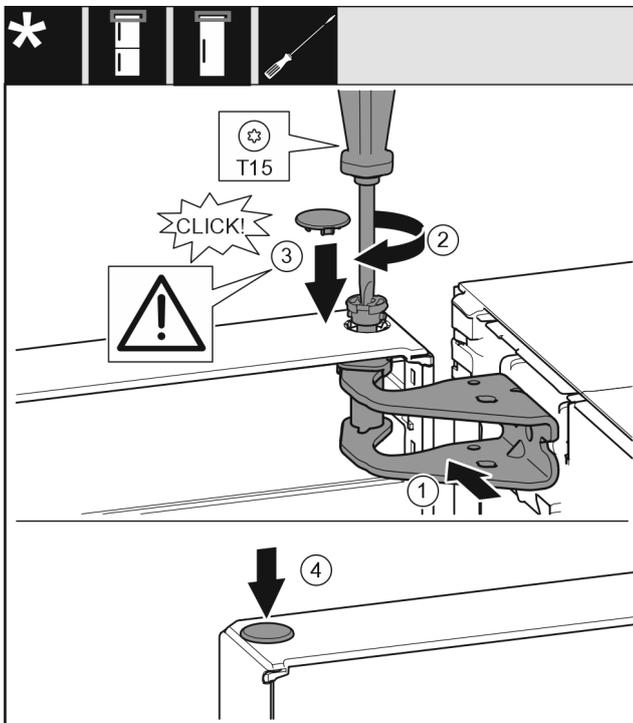

Fig. 22
- ▶ Rett ut døren øverst mot åpningen i lagerbukken. Fig. 22 (1)
- ▶ Sett inn bolten, og skru den fast med skrutrekker T15. Fig. 22 (2)
- ▶ Montere sikringsdekselet for å sikre døren: Sett inn sikringsdekselet, og kontroller at det ligger på døren. Ellers settes bolten helt inn. Fig. 22 (3)
- ▶ Sett inn proppen. Fig. 22 (4)